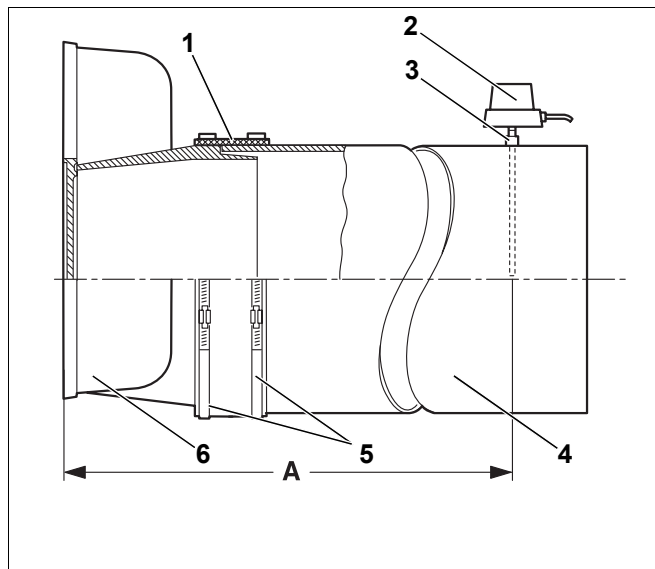

Fig. 59 Montaggio del tubo fumi
Vi consigliamo di utilizzare un manicotto di tenuta tubo fumi (fig. 59, [1]).
- Inserire il tubo fumi (fig. 59, [4]) fino all'arresto nel tronchetto del collettore fumi (fig. 59, [6]).
- Mettere il manicotto di tenuta del tubo fumi (fig. 59, [1]) con i lembi sovrapposti rivolti verso l'alto, attorno al tubo di scarico fumi (fig. 59, [4]) e al tronchetto di scarico (fig. 59, [6]).
- Mettere le fascette a vite senza fine (fig. 59, [5]) sopra il manicotto di tenuta del tubo di scarico fumi (fig. 59, [1]). Premere una delle fascette a vite senza fine (fig. 59, [5]) sul tronchetto del collettore fumi (fig. 59, [6]), l'altra fascetta sul tubo fumi (fig. 59, [4]).
- Stringere le fascette a vite senza fine (fig. 59, [5]). Il manicotto di tenuta tubo fumi (fig. 59, [1]) deve aderire liscio e stretto.
- Saldare il manicotto (fig. 59, [3]) a una distanza pari a 2 diametri del tubo gas combusti (A) dal collettore fumi (fig. 59, [6]), nel tubo gas combusti (fig. 59, [4]).
- Montare la sonda di temperatura fumi (fig. 59, [2]) in modo conforme alle sue specifiche istruzioni di montaggio.